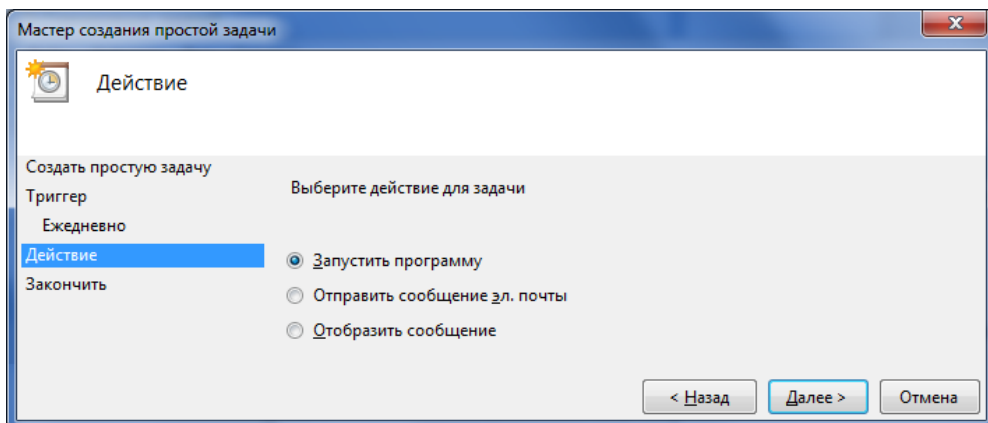

Рис. 7.23. Выбор действия
- В следующем окне оставьте установленным флажок *Запустить программу* и нажмите кнопку *Далее* (Рис. 7.23).